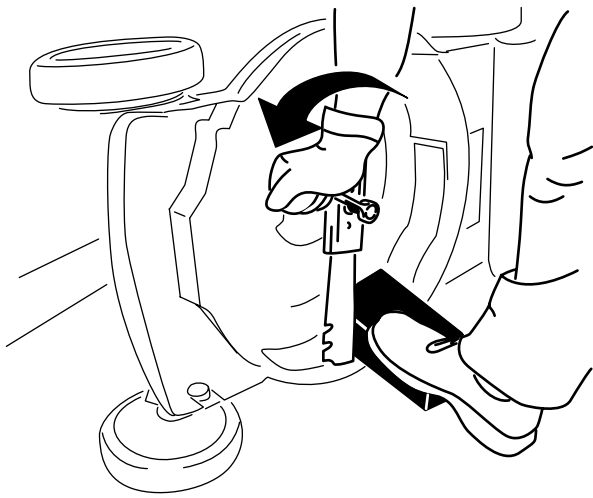

Figura 21
3. Utilice un bloque de madera para inmovilizar la cuchilla (Figura 21).
4. Retire la cuchilla, conservando todos los herrajes de montaje (Figura 21).